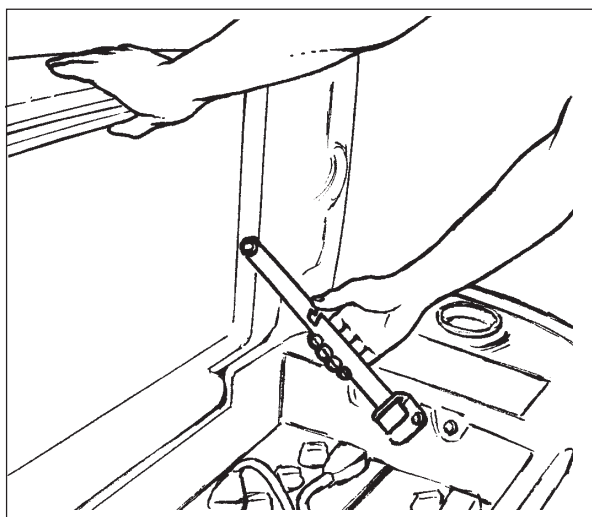

Figura 8A
3. Incline el depósito de recuperación hacia arriba hasta que quede bloqueado en la posición abierta. Véase figura 8A.